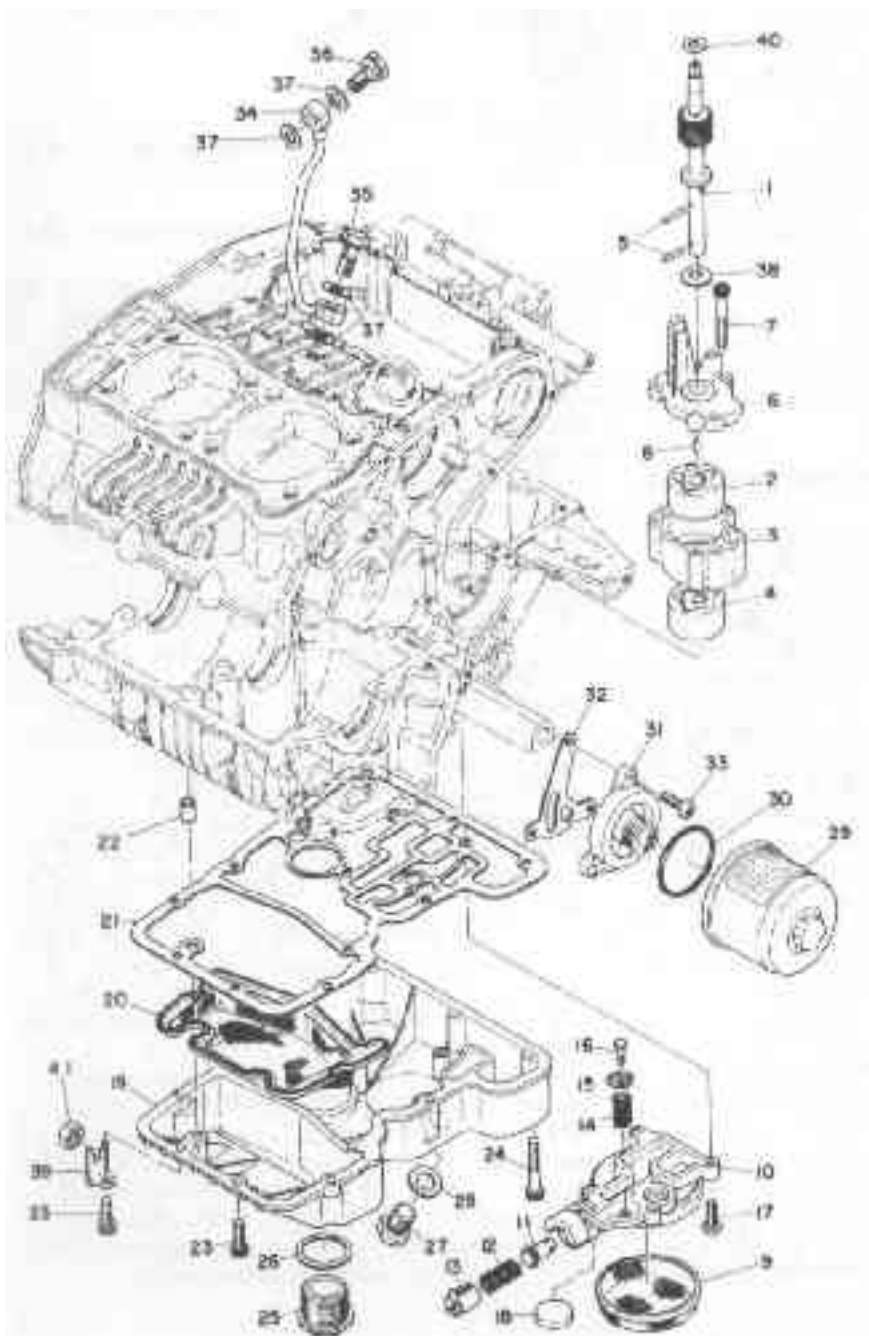

Bild 262
- Filtersieb, Kolben und Feder gründlich auswaschen. Freie Beweglichkeit des Überdruckkolbens in seiner Bohrung kontrollieren. Ebenso sind die vertikal im Ölsiebgehäuse angeordneten Teile des Bypassventils zu prüfen (Feder, Teller und Stift — vgl. Teile 14 bis 16, Bild 262).